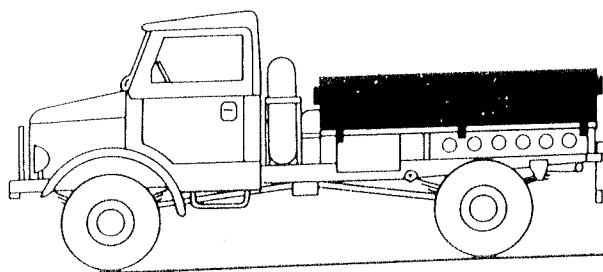

Abb. 13
1. Bordwände durch Schamierbolzen am Pritschenunterteil befestigen und Verschlusshaken einhängen. (Abb. 13)